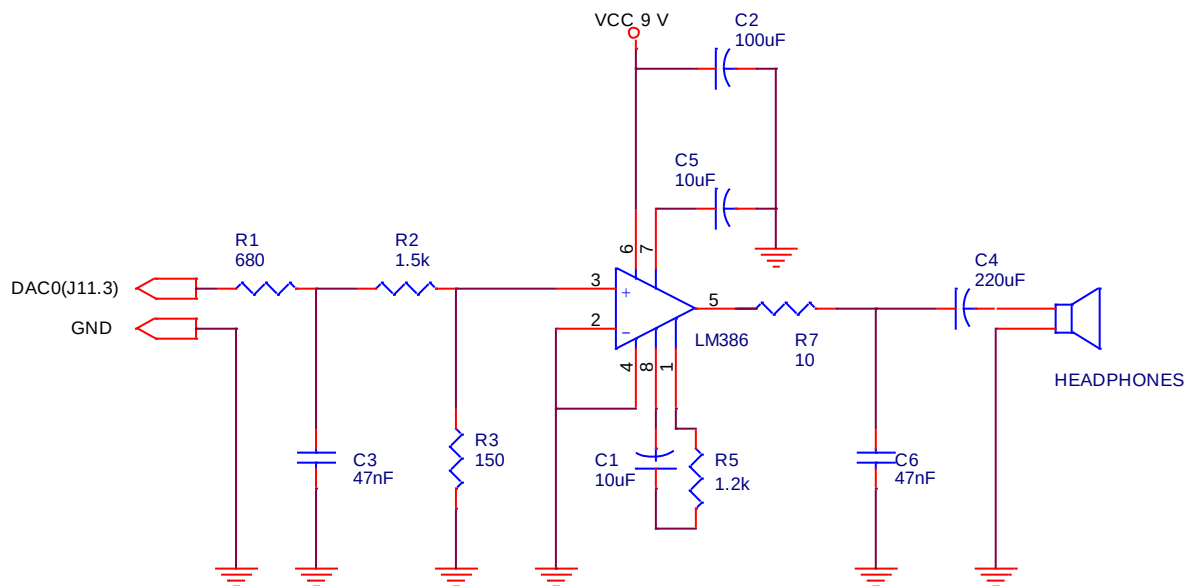

Fig 3.2.1.b. Amplificatorul de iesire
- schema modului de iesire este prezentata in Fig. 3.2.1.b.